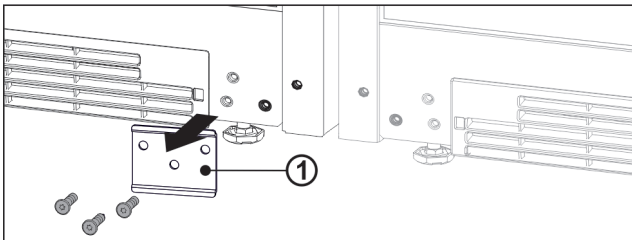

Fig. 13
- ▶ Hvis platen Fig. 13 (1) er montert, skru av platen.